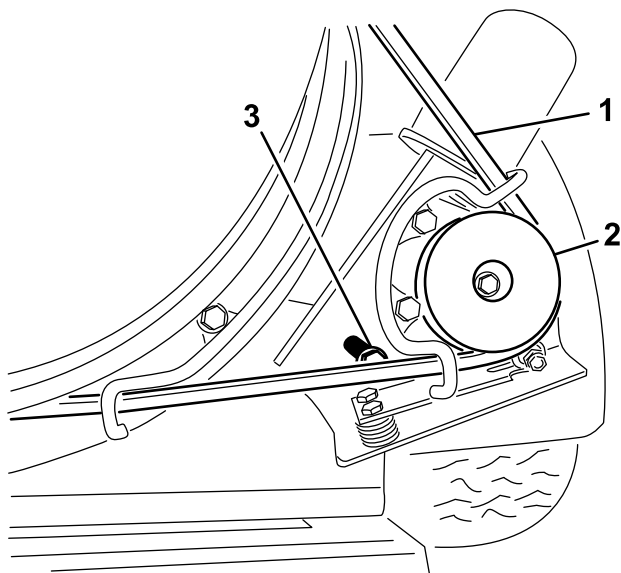

Figura 30
1. Afloje los pernos que sujetan el soporte de montaje de la polea al bastidor del soplador (Figura 30).